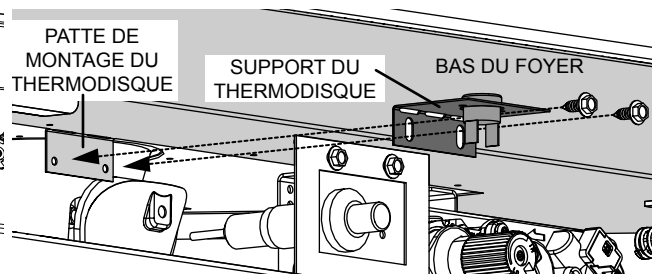

Fig. 4
- Pour l'installation du support du thermosdisque premièrement, pliez le patte de montage sur le bas de l'appareil à 90 degrés. Ce sera la patte de montage du thermosdisque (**Fig. 4**).
- Pliez le support du thermosdisque à 90 degrés puis fixez-le au patte de montage utilisant les deux vis fourni (**Fig. 4**). Assurez-vous que le thermosdisque touche le bas de l'appareil et que le harnais de fils est correctement fixé.